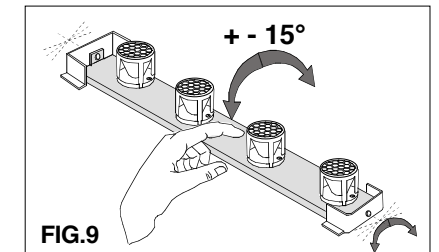

FIG.9
- Orientare il fascio luminoso (+/-15°) agendo sulla lamiera portacomponenti, esercitando una leggera pressione. **FIG.9**
- Rotate the lighting beam (+/-15°) pushing the plate. **FIG.9**
- Tournez le faisceau lumineux (+/-15°) poussant le plat. **FIG.9**
- Den Lichtstrahl drehen (+/-15°). **FIG.9**